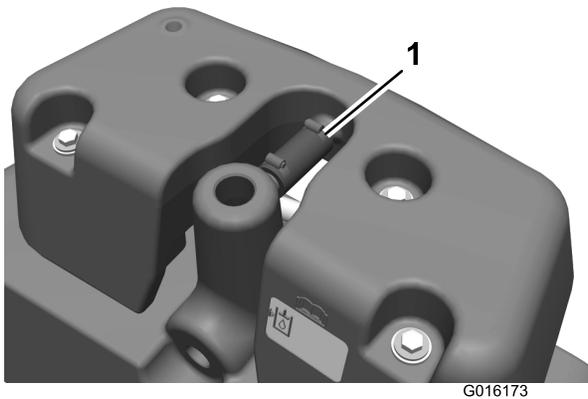

Figure 2
8. Desserrez les colliers à vis sans fin et déposez le flexible de trop-plein (Figure 2).
24. Fixez l'extrémité libre du flexible de trop-plein au tube du réservoir du détecteur de fuites avec un collier à vis sans fin (Figure 2).